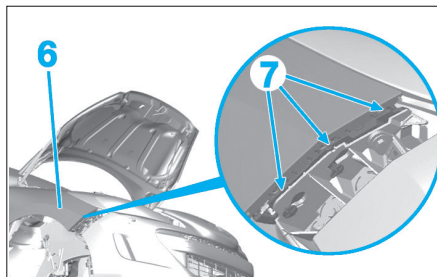

Fig. 163
- Dégrafer en (7) (Fig.163).
- Dégager la partie avant de l'aile (6).